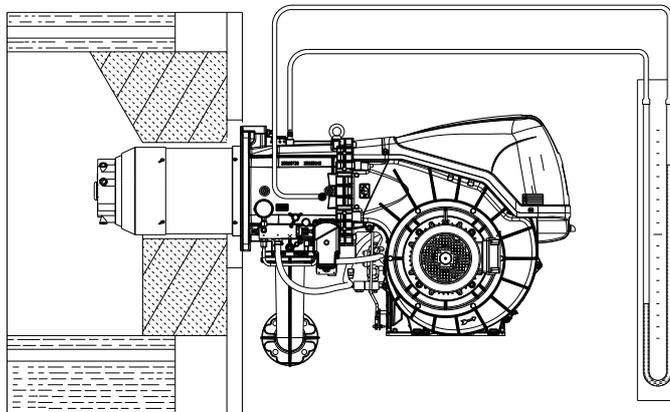

Fig. 34
- Montar un manómetro en U o un manómetro de tipo diferencial (Fig. 34), con toma (+) en la presión del gas del manguito y (-) en la cámara de combustión.
Cuando el gas llega al manguito, es indicado por el manómetro en U (Fig. 34).
Orientativamente, puede obtenerse consultando la Tab. M en la pág. 28, basta con leer la presión del gas en el manómetro en "U", ver Fig. 34 en la pág. 34, y seguir las indicaciones.